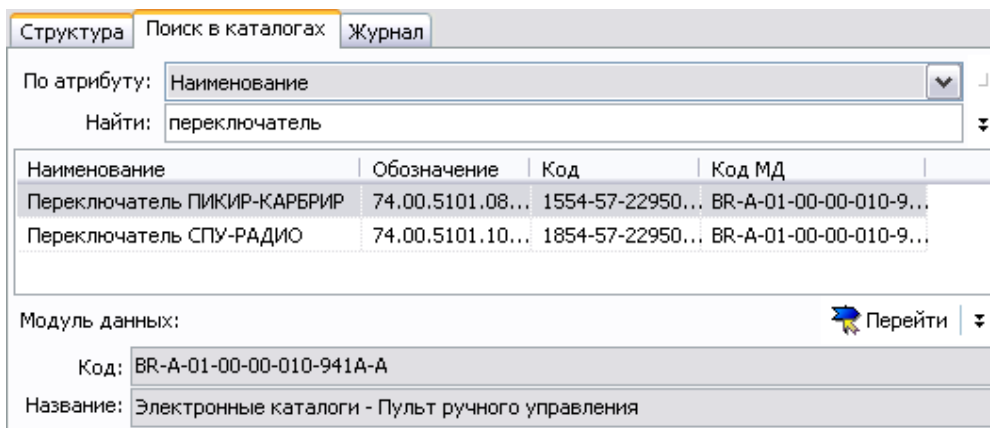

Рис. 75
7. Если выделить одну из найденных позиций, в нижней части окна отобразится код и название модуля данных электронного каталога, в котором найдена выбранная позиция (Рис. 75).